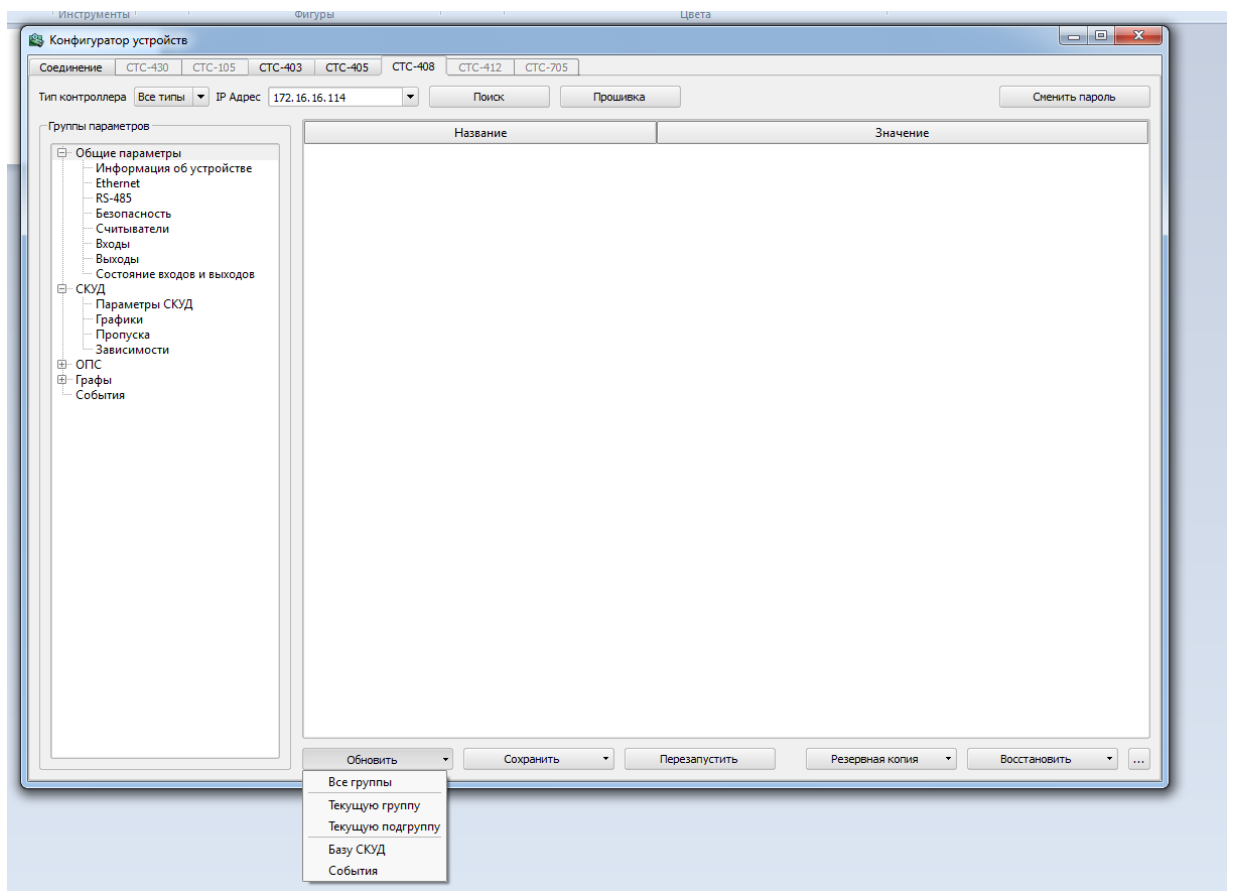

Рисунок 13
– «Обновить» – данная кнопка позволяет выгрузить из контроллера данные всей группы, текущей выделенной группы или текущей выделенной подгруппы, а так же базу данных СКУД и журнал событий (рисунок 13);